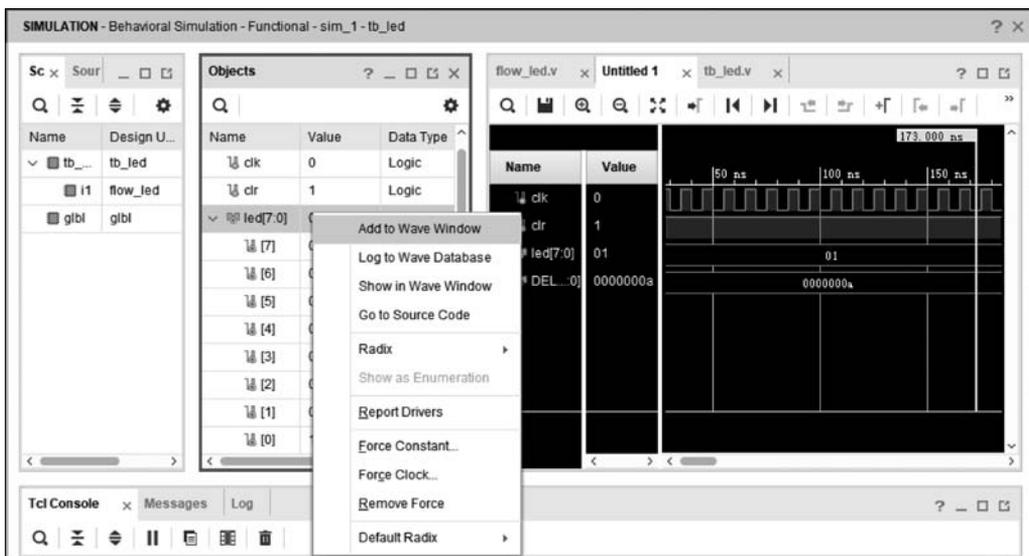

图 3.18 仿真界面
(5) 在 Flow Navigator 中选择 SIMULATION 下的 Run Simulation 选项,并选择 Run Behavioral Simulation,启动仿真界面,如图 3.18 所示。